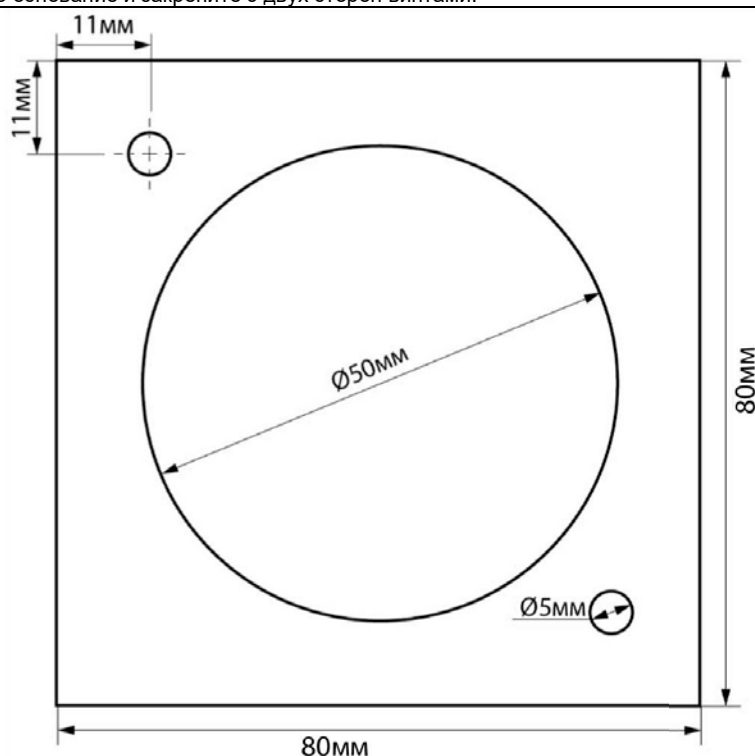

Рис. 1 Схема основания
3. Используя основание светильника (см. Рис.1), осуществите разметку монтажной поверхности и прорежьте два отверстия, соответствующие отверстиям для крепежа основания. Вставьте в отверстия пластиковые дюбели. Установите основание светильника согласно разметке и закрепите его саморезами.